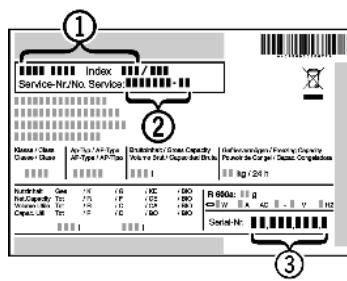

Fig. 13
- ▶ Обратитесь в сервисную службу и сообщите вид неисправности, наименование устройства *Fig. 13 (1)*, сервисный № *Fig. 13 (2)* и серийный № *Fig. 13 (3)*.